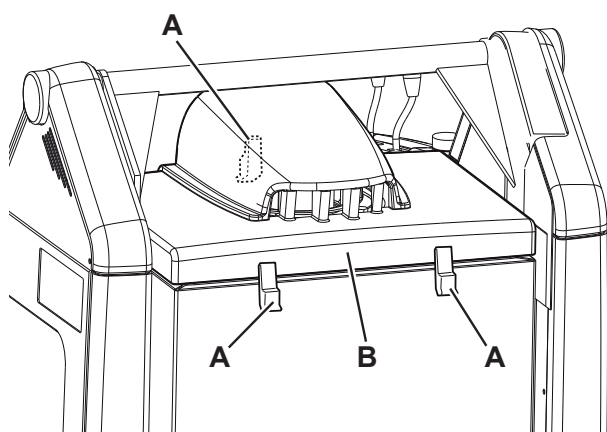

Abbildung 12
9. Die Maschine auf einen flachen Boden stellen und die Feststellbremse mittels des Pedals (75) und des Hebels (68) betätigen.
10. Zündschlüssel (67) in Stellung 0 drehen.
11. Haube (22) öffnen und mit der Stützstange (36) sichern.
12. Batteriestecker (25) trennen.
13. Stecker des Ansauganlagenmotors (30) trennen.
14. Haltevorrichtungen (A, Abb. 12) ausrasten und Haube der Ansauganlage (B) abnehmen.
1. Die Maschine auf einen flachen Boden stellen und die Feststellbremse mittels des Pedals (75) und des Hebels (68) betätigen.
2. Zündschlüssel (67) in Stellung 0 drehen.
3. Haube (22) öffnen und mit der Stützstange (36) sichern.
4. Stecker des Ansauganlagenmotors (30) trennen.
5. Haltevorrichtungen (A, Abb. 12) ausrasten und Haube der Ansauganlage (B) abnehmen.